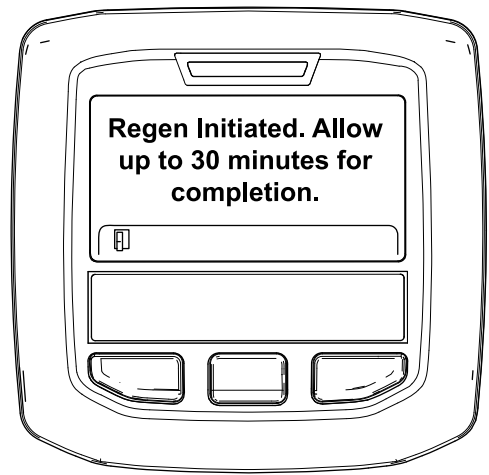

Figura 51
- Si la regeneración se permite, aparece el mensaje "Regen Initiated. Allow up to 30 minutes for completion" (Regeneración iniciada, espere 30 minutos hasta que finalice) en el InfoCenter y debe esperar a que la máquina finalice el proceso de regeneración con la máquina aparcada (Figura 51).